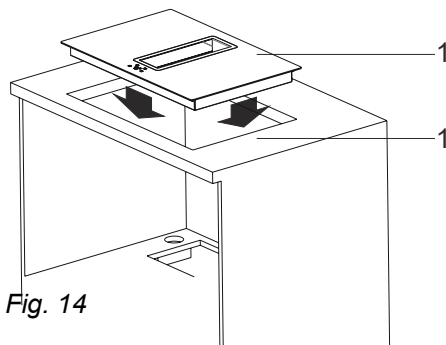

Fig. 14
4. Placera spishällen i det utskurna hålet (Fig. 14).